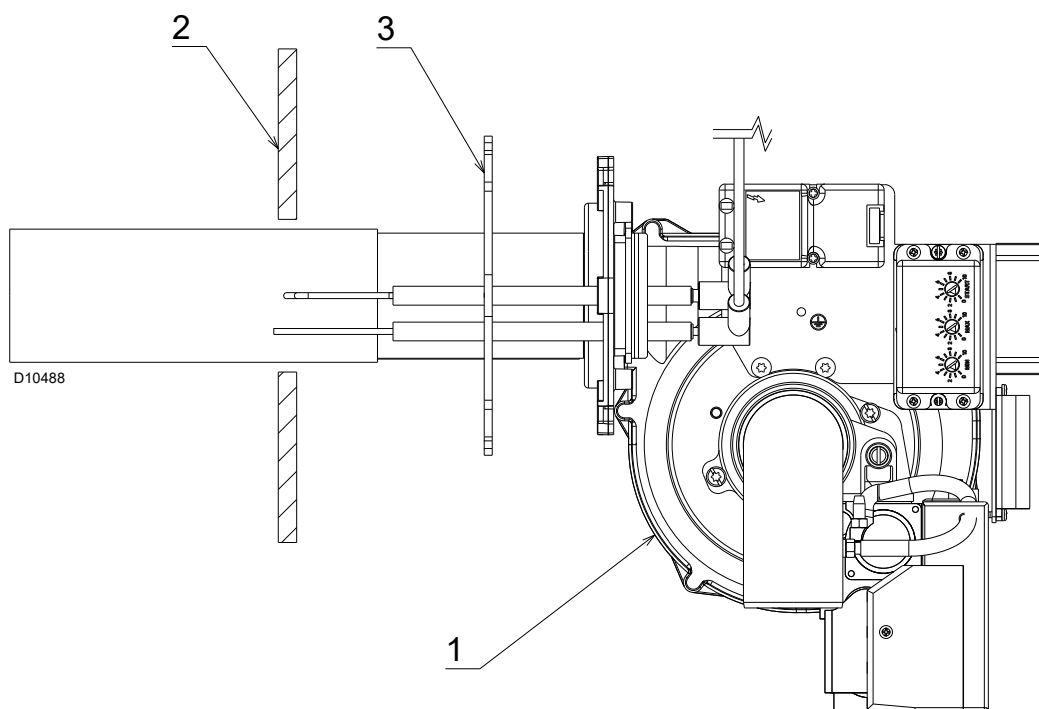

Abb. 9
- Den Brenner 1)(Abb. 9) mit den 4 mitgelieferten Schrauben und (bei Bedarf) den 4 Muttern unter Einfügen der Isolierdichtung 3) an der Heizkesseltür 2) anbringen.